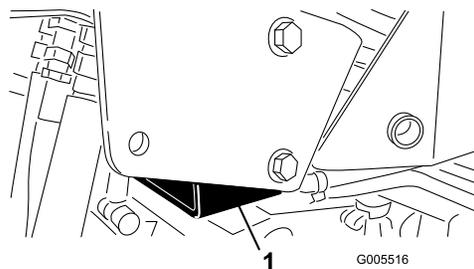

Рисунок 28
- С правой стороны — под опорной плитой домкрата и рядом с опорным кронштейном конструкции защиты оператора при опрокидывании машины (ROPS) (**Рисунок 28**).